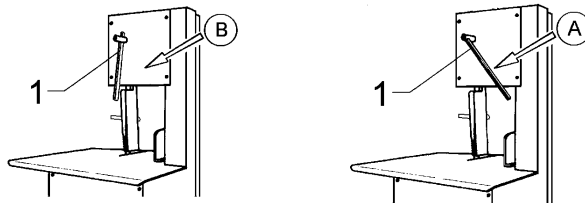

Fig. 7.6.1
7.6.1 Sägeblatttension (Abb. 7.6.1)
Die Messerspannung erfolgt mechanisch im Inneren der Knochensäge durch Betätigung des Hebels „1“. Mit dem Hebel in Position A wie auf Abb.7.6.1 dargestellt, ist das Messer gespannt. Zum Losspannen genügt es den Hebel nach unten zu drehen (Position B).
- Das Messer wie durch Pfeil „A“ angegeben einspannen (Abb.7.6.1)
- Die Messerspannung erfolgt mechanisch im Inneren der Knochensäge durch Betätigung des Hebels „1“. Mit dem Hebel in Position A wie auf Abb.7.6.1 dargestellt, ist das Messer gespannt. Zum Losspannen genügt es den Hebel nach unten zu drehen Position B).